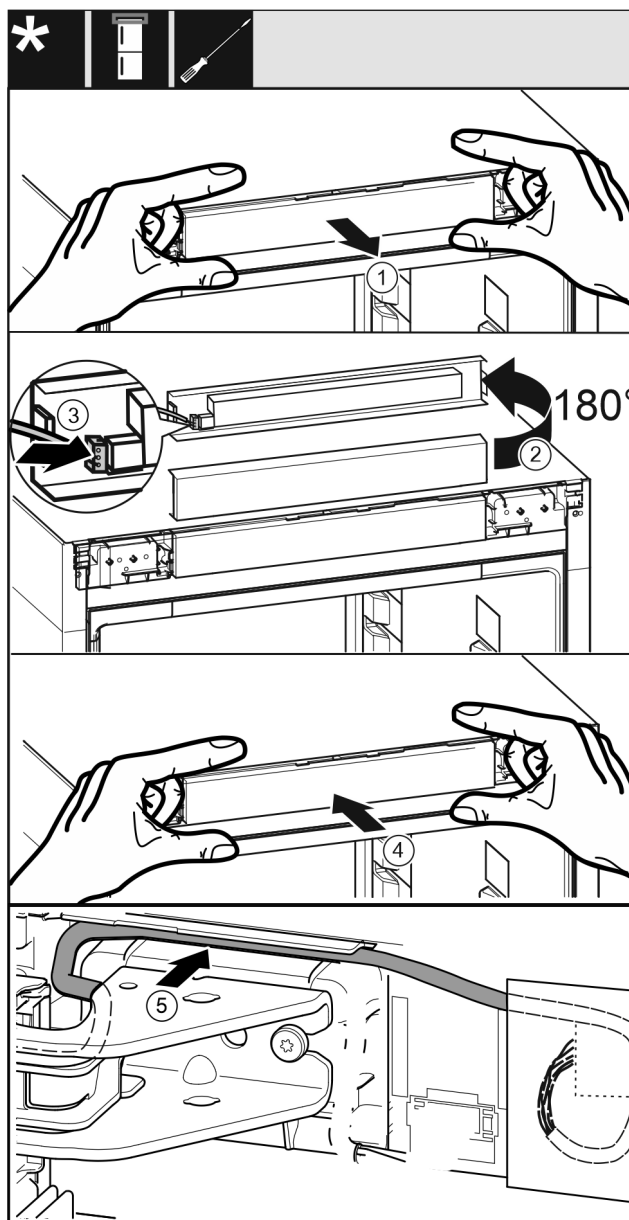

Fig. 38
- ▶ 小心地取出控制面板 Fig. 38 (1)。
- ▶ 将控制面板 Fig. 38 (2)向上旋转 180°。
- ▶ 将插头 Fig. 38 (3) 卡紧在控制面板上。
- ▶ 将控制面板 Fig. 38 (4) 重新卡紧在冰箱上。
- ▶ 将电缆 Fig. 38 (5) 通过上方托架小心地放置到导向装置中。